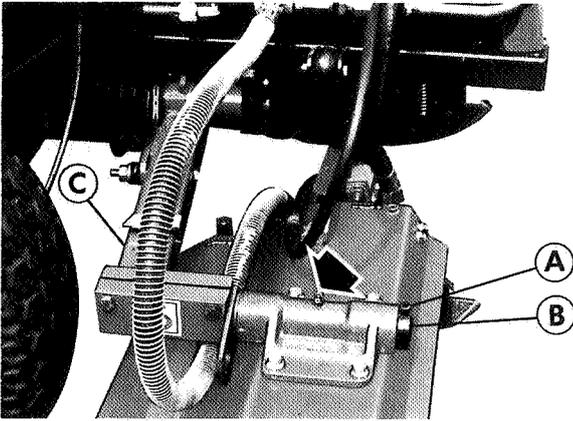

Fig.33
- (c) Drehzapfen des Tragarms (Abb.33).
- (c) Pattes du pivot de l'unité (Fig.33)
- (c) Steunpuntbeugels van maai-installatie (Afb.33)